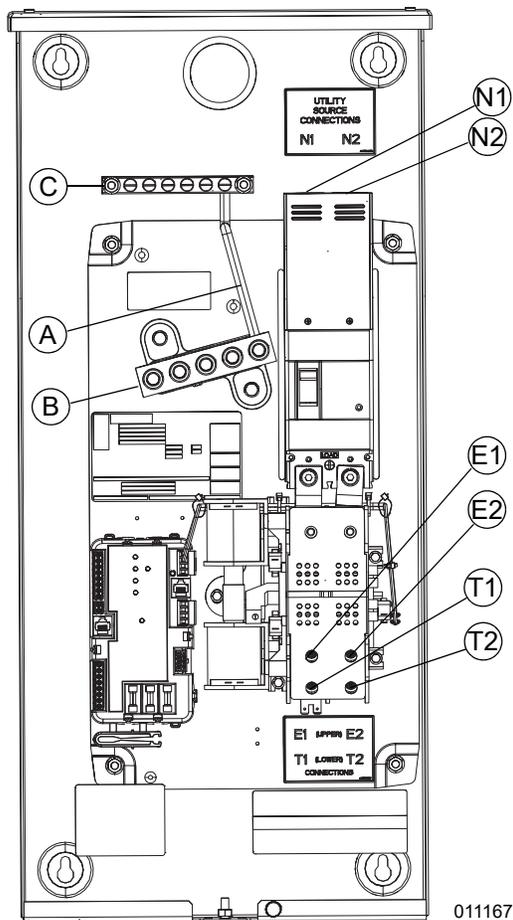

Figura 3-2. Conexiones de cableado, unidad de 200 A
2. Consulte la Figura 3-2. Conecte el conductor de neutro de energía eléctrica con la barra de neutro de terminales (B). Los conductores de electrodo de conexión a tierra se pueden conectar a la barra de terminales de conexión a tierra del equipo (C) (consulte NEC 250.24 [A] [4]). Siga todas las